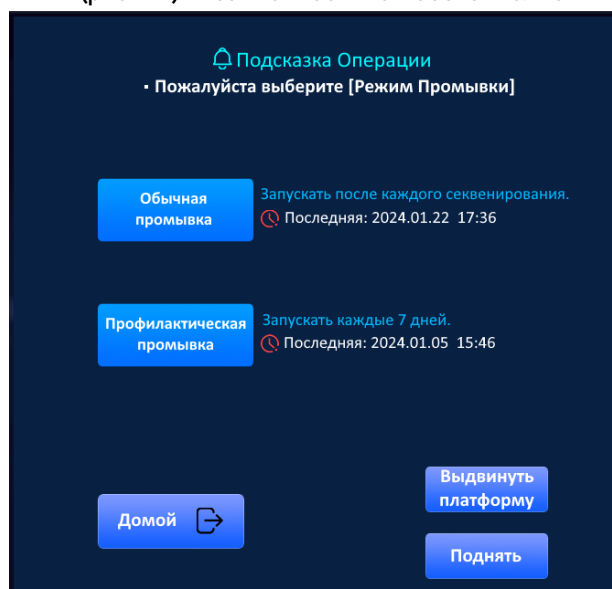

Рисунок 44. Интерфейс выбора режима промывки:
- ♦ Выберите режим промывки (рис. 44) в зависимости от обстоятельств.